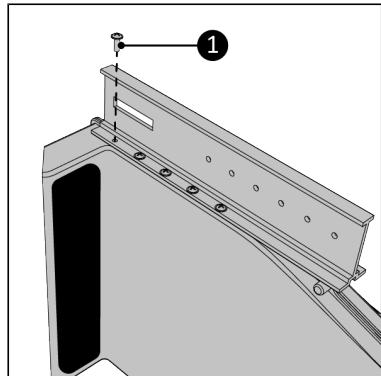

Abbildung 140.
6. Schrauben Sie die Hauptschiene mit den zehn Schrauben 3,5 x 10 mm (Abbildung 140, Pos. 1) am Way-out fest. Stellen Sie sicher, dass alle Schraubenlöcher übereinstimmen.